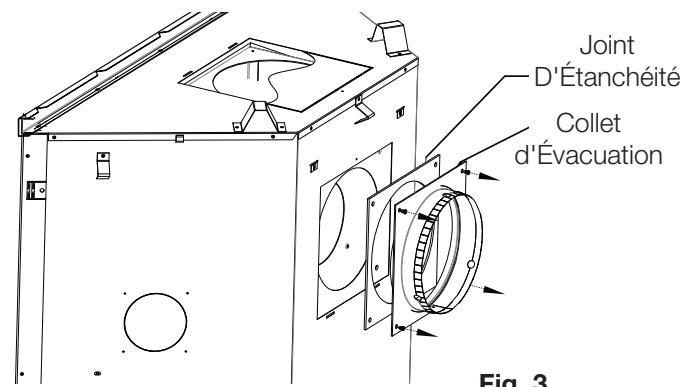

Fig. 3
- Installez l'assemblage du collet de 7", complet avec le join d'étanchéité sur le panneau arrière autour du collet de 4" (101,6mm) avec les vis fourni (**Fig. 3**).